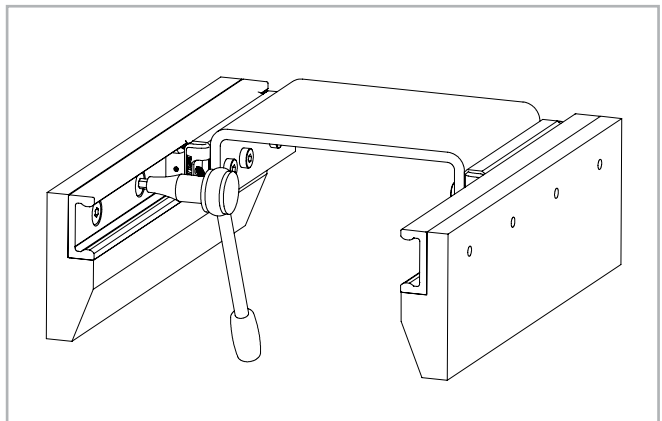

Fig. 76
- (2) Montez l'autre rail suiveur et ne serrez que légèrement les vis de fixation. (3) Introduisez les patins dans les rails et montez l'élément mobile sans serrer à fond ses vis.
- (4) Déplacez l'élément mobile vers le milieu du rail et vissez-le au couple de serrage prescrit par la classe de résistance de la vis (nous préconisons une classe 10.9).
- (5) Serrez les vis de fixation situées au milieu du rail au couple de serrage prescrit (voir fig. 76).
- (6) Amenez l'élément à l'une des extrémités du rail et commencez à partir d'ici de serrer les vis restantes en procédant vers l'autre extrémité du rail.